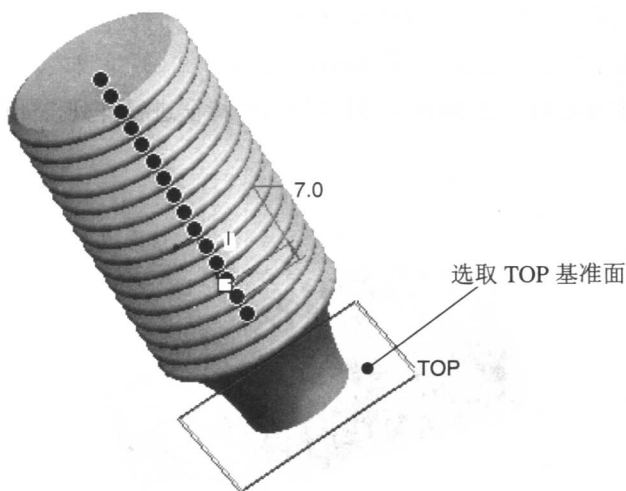

图 1.10 选取 TOP 基准面
(3) 选择阵列控制方式：在操控板中选择以“方向”方式控制阵列。
(4) 给出增量（间距）、阵列个数。选取如图 1.10 所示的 TOP 基准面，在操控板中设置增量（间距）值 7.0，并按回车键；输入阵列个数值 15，并按回车键。
(5) 在操控板中单击完成按钮 。